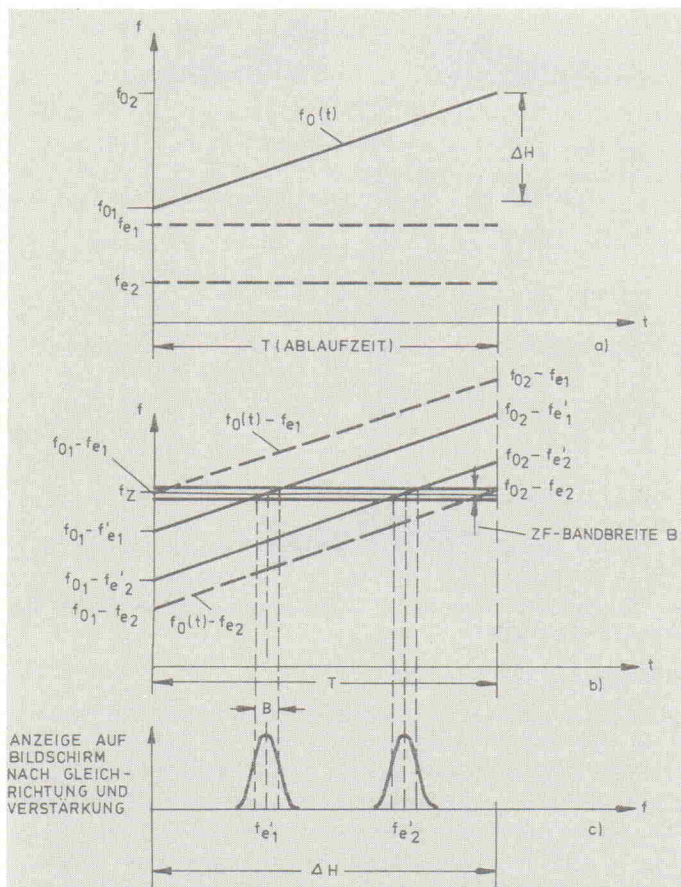

Bild 5. Prinzip der Entstehung von Frequenzspektren durch den Spektrum-Analysator am Beispiel von zwei Eingangssignalen.
gilt. Bild 5 soll diesen Vorgang verdeutlichen: Während der Periodendauer T des Ablaufgenerators erhöht sich die Oszillatorfrequenz (Wobelfrequenz) zeitlinear von f_{01} auf f_{02} (Bild 5a). In Bild 5a wird ein bestimmtes Eingangsfrequenzband, (mit f_{e1} und f_{e2} bezeichnet), durch den Mischprozeß (Bild 5b) in die ZF-Lage umgesetzt, entsprechend (1):